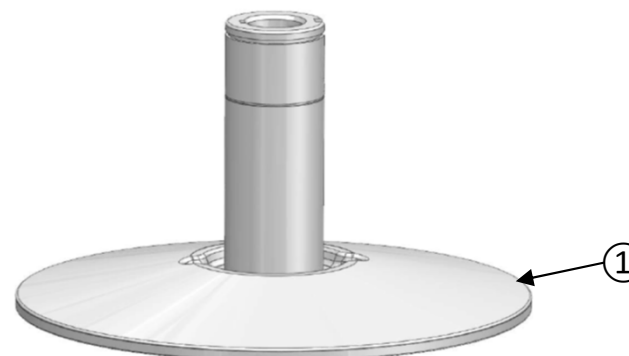

Figure 23
L'arbre ne peut pas être démonté du flasque fixe (1) (figure 23).